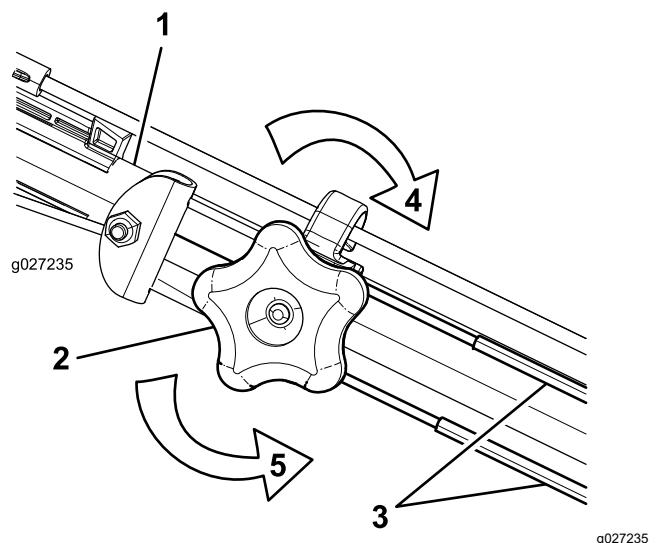

Figura 31
2. Regolate la tensione dei cavi (Figura 31) tirandoli indietro o spingendoli in avanti e poi mantenendoli in quella posizione.
1. Ruotate la manopola di regolazione in senso antiorario per allentare la regolazione del cavo (Figura 31).